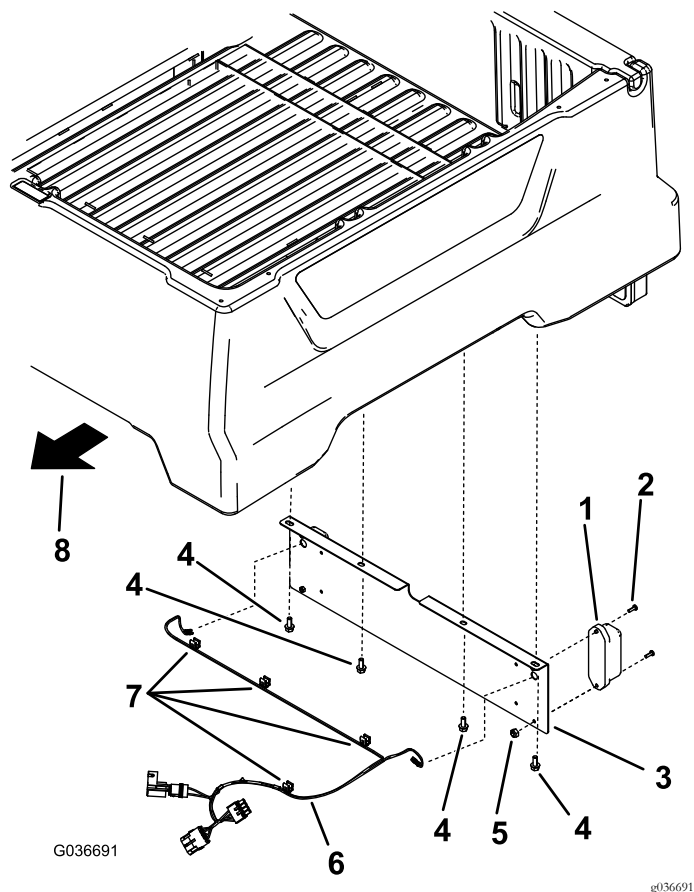

Figura 5
1. Retire los 4 pernos con arandela prensada existentes de debajo de la plataforma de carga y utilícelos para instalar el soporte de la placa de matrícula (Figura 5).
2. Retire los clips existentes del arnés de cables (Figura 5).